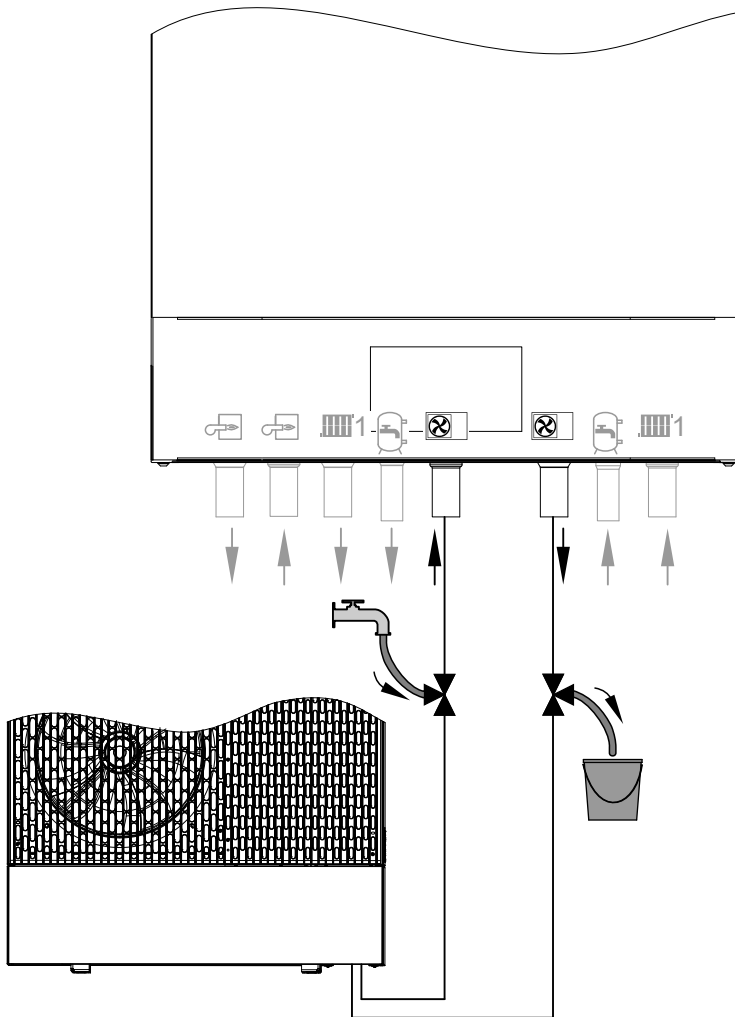

Abb. 68
3. 3-Wege-Kugelhähne im Vor- und Rücklauf Außeneinheit gemäß Abb. 68 öffnen: **Offen in allen Richtungen**